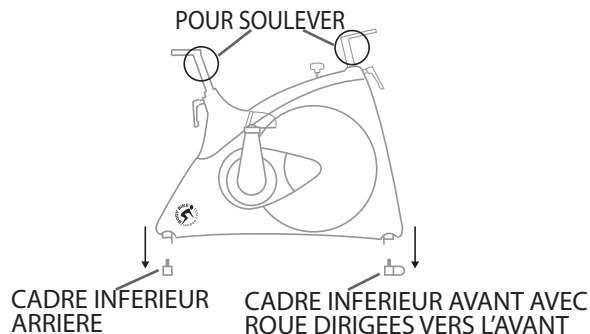

Figure 1
1. Posez les pieds pour qu'ils soient parallèles sur le sol juste à côté du vélo en plaçant la bonne distance de montage entre eux, comme le montre la figure 1. Sur les pieds avant, les roulettes doivent être dirigés vers l'avant.
2. Saisissez la tige du guidon et de la selle et placez le vélo sur le cadre inférieur, comme le montre la figure 1. Assurez-vous que les trous du cadre supérieur correspondent aux trous du cadre inférieur.